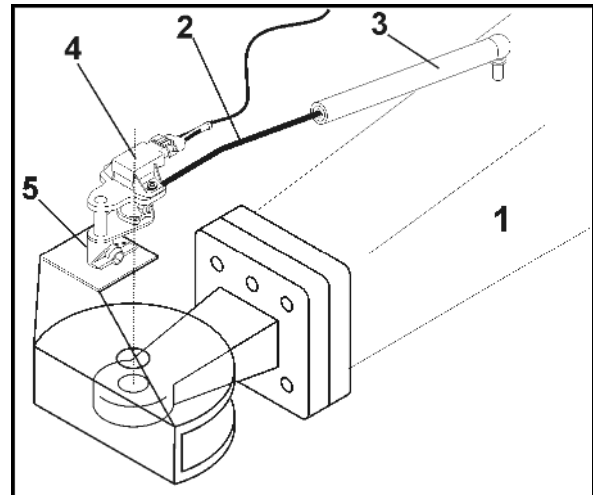

Fig. 39
Die AutoTrail-Nachlauf-Steuerung zum automatischen, nahezu spurgetreuen Nachlauf erfasst die Winkellage der Deichsel (Fig. 39/1) zur Fahrtrichtung des Traktors.
1. Winkelstange (Fig. 39/2) in Kunststoffbuchse (Fig. 39/3) stecken.
2. Drehwinkelgeber (Fig. 39/4) in die Aufnahme (Fig. 39/5) stecken.